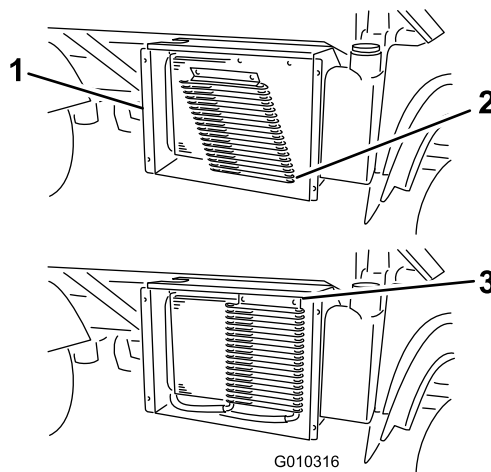

Figura 53
- Abra los cierres, si hay, y gire el enfriador de aceite, separándolo del radiador (Figura 53).